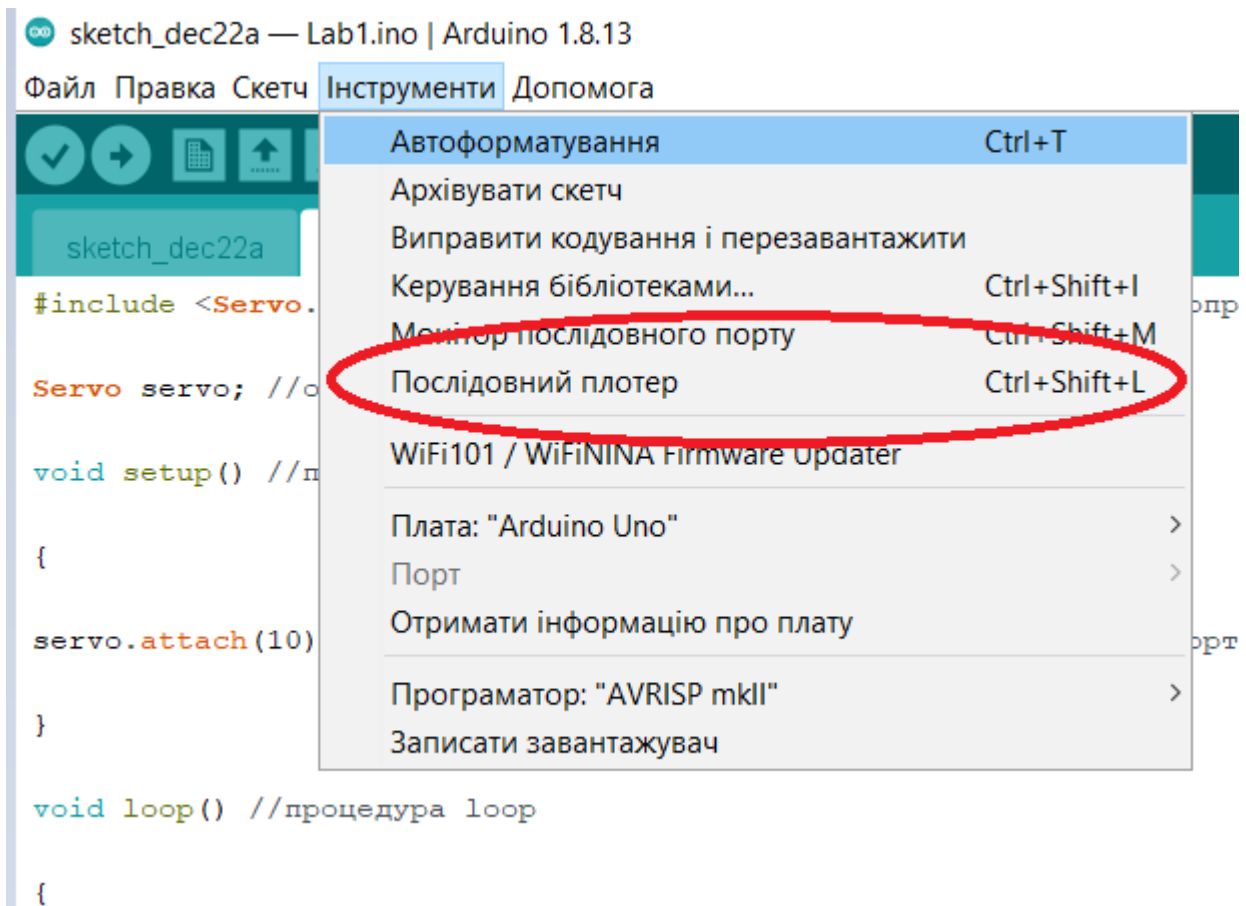

Рис.3.28 – Реєстрація вихідного сигналу в Arduino IDE за допомогою послідовного плотеру.
7. За допомогою функції реєстрації сигналу керування «Послідовний плотер» (рис.3.28) сформувати графіки сигналів керування сервоприводом.